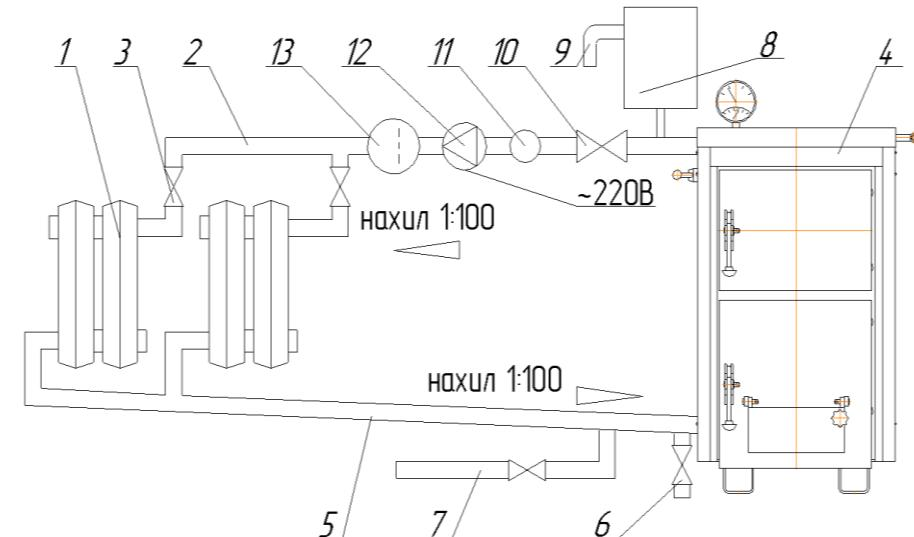

Рис. 3. Принципова схема підключення апарату до відкритої системи опалення (рекомендована)
2.2.2.6 Принципова схема підключення апарату до відкритої системи опалення наведена на рис. 3. Підбір опалювальних приладів (радіаторів) і діаметр трубопроводів в системі опалення в кожному окремому випадку виконується за розрахунками, виконаними спеціалізованою організацією, за умов досягнення циркуляції води яка б забезпечила температуру води в подаючому трубопроводі 50°C і 40°C в зворотному трубопроводі при температурі повітря 0°C .